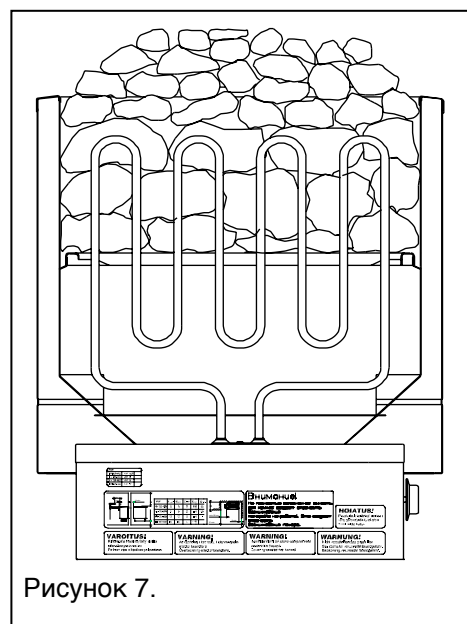

Рисунок 7.
- Каміні мають повністю вкрити ТЕНи (рисунок 7).